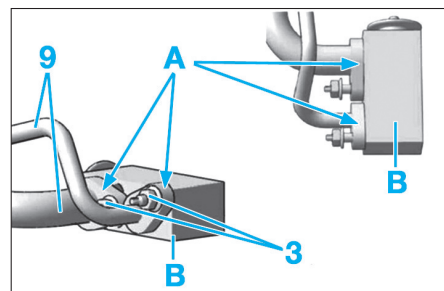

Fig. 32
- Les brides (A) (Fig.32), doivent être parfaitement en appui contre l'interface (B).